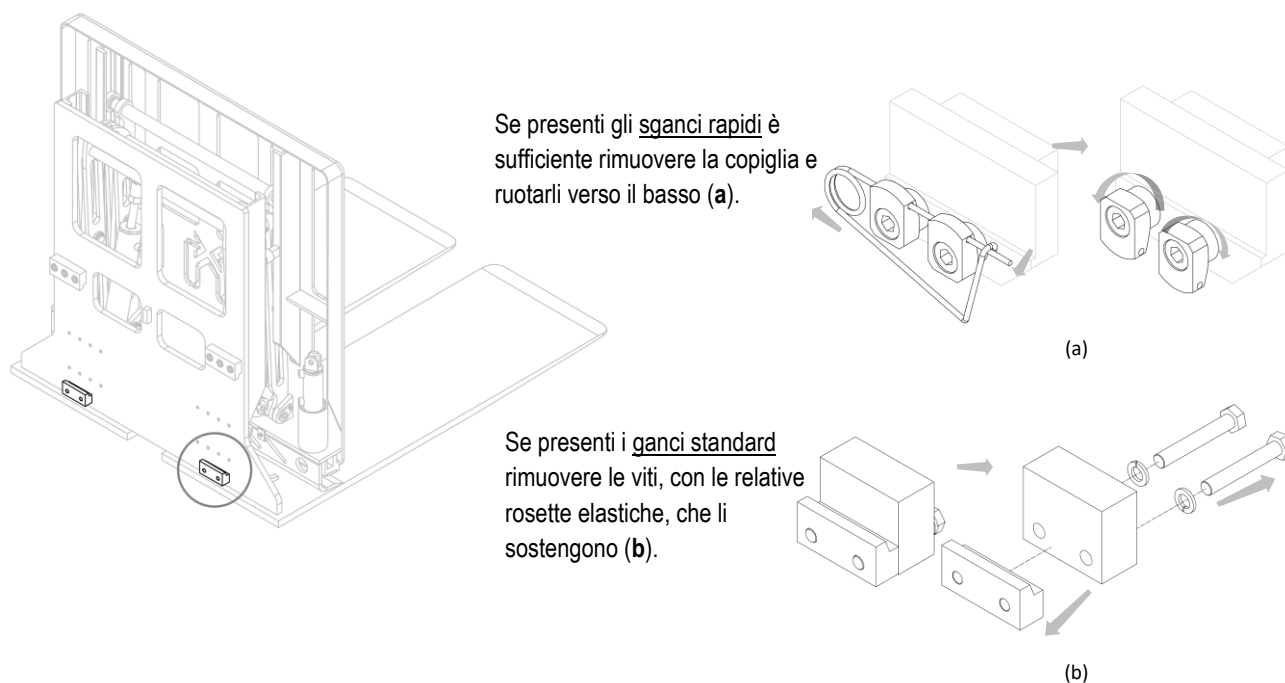

Figura 2
4. Rimuovere i ganci inferiori dall'attrezzatura (vedi *Figura 2*).